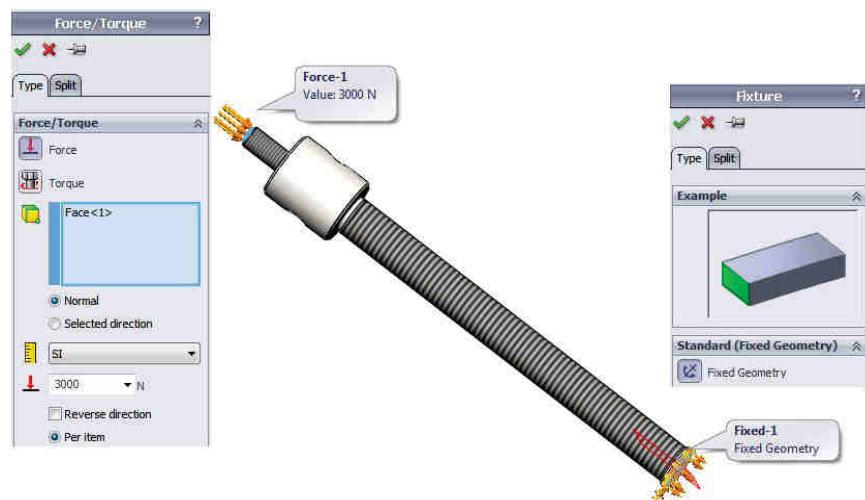

Fig. 1.50
- Click dreapta pe ramura **Fixtures** și selecție **Fixed Geometry**, fig. 1.50.
- Right-click the **Fixtures** folder and select **Fixed Geometry**, fig. 1.50.
- Forță de 3000 N se va aplica pe față superioară a tijei, fig. 1.50.
- The 3000 N will be applied on top face of the shank, fig. 1.50.